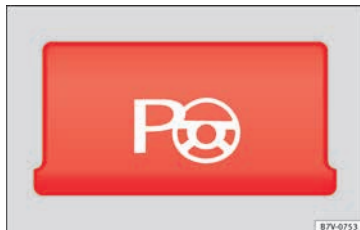

Fig. 213 Detalle de la consola central: tecla para conectar manualmente el sistema de asistencia al volante para aparcar.
- **En aparcamientos paralelos a la calzada:** pulse la tecla  a una velocidad de hasta 50 km/h (31 mph) **una vez**. Cuando la función está activa, se ilumina el testigo de la tecla » **fig. 213**.
• **En aparcamientos perpendiculares a la calzada:** pulse la tecla  a una velocidad de hasta 50 km/h (31 mph) **dos veces**. Cuando la función está activa, se ilumina el testigo de la tecla **» fig. 213**.
»» fig. 213.